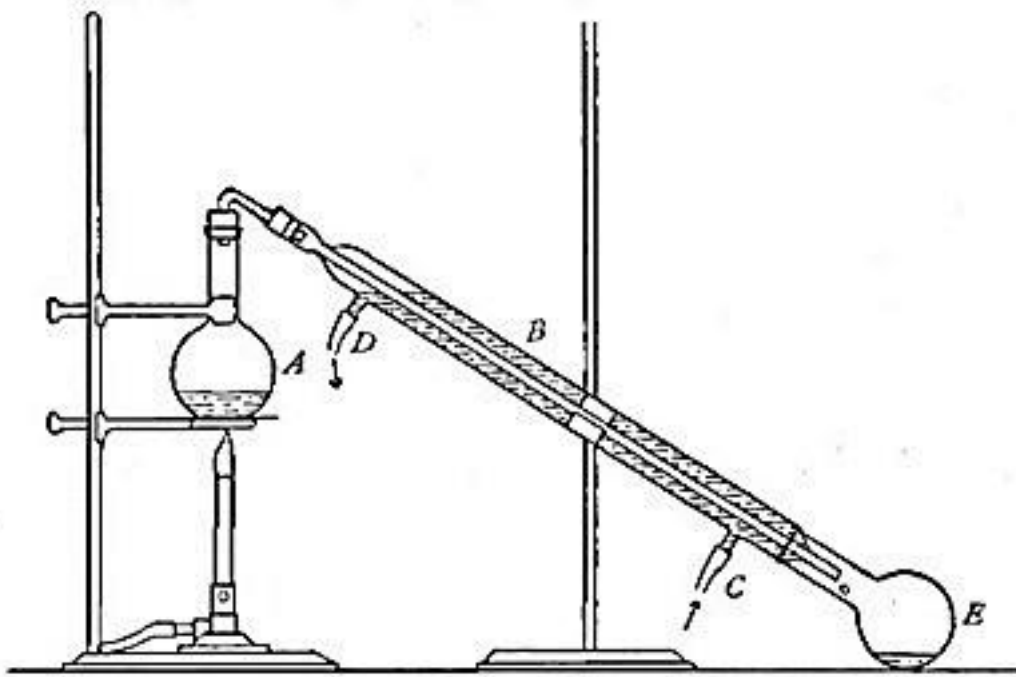

Рис. 24
1. **Дистилляция.** Наиболее эффективным способом очистки природных вод является процесс дистилляции. Он заключается в кипячении воды и конденсации пара. На рис. 24 показан процесс дистилляции, который обычно проводится в лаборатории. В колбу наливают обычную воду *A* и кипятят. Пар пропускается через конденсатор *B*, который по существу состоит из узкой стеклянной трубки, запаянной в более крупную, пространство между ними заполнено холодной водой, которая поступает при *температуре* и выходит при *D*. Таким образом, внутренняя трубка остается прохладной, и пар, проходящий через нее, конденсируется. Вода, образующаяся при конденсации пара, собирается в приемнике *E* и называется *дистиллированной* водой. Такая вода практически чиста, поскольку примеси нелетучие и остаются в колбе *A*.
10. Почему холодная вода подается в C вместо D (рис. 24)?